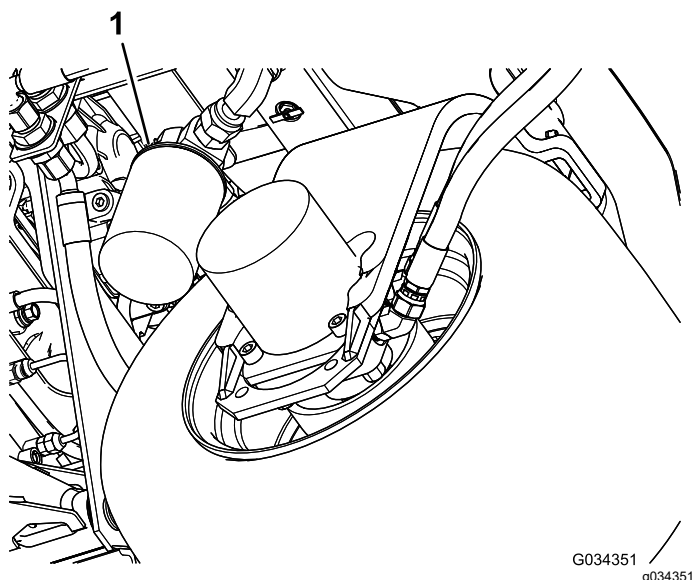

Figura 96
2. Limpe a zona de montagem do filtro. Coloque um recipiente de escoamento debaixo do filtro (Figura 96) e retire o filtro.